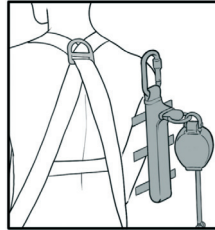

fig.1
1. Positioneer de DSL2 dusdanig dat de klittenbandsluitingen contact maken met de harnasband en het schokabsorberend pakket zo ver mogelijk naar buiten zit (fig. 1).